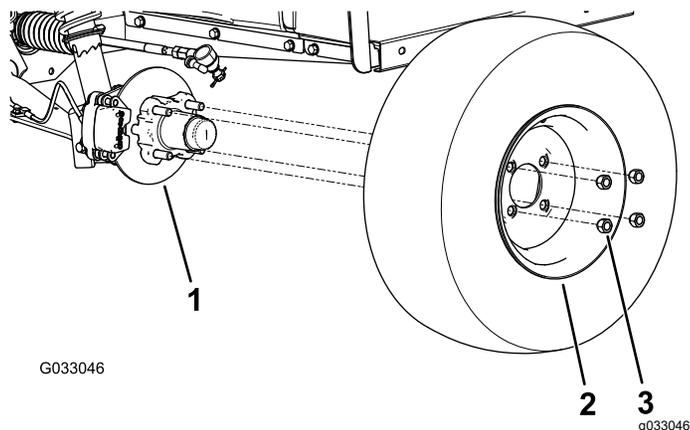

图 29
2. 卸下将车轮固定到轮毂上的4个车轮螺母图29。
- 将车轮中的孔与轮毂中的螺栓对齐并将车轮安装到轮毂上阀杆向外图 29。
- 使用车轮螺母将车轮固定到轮毂上图 29。